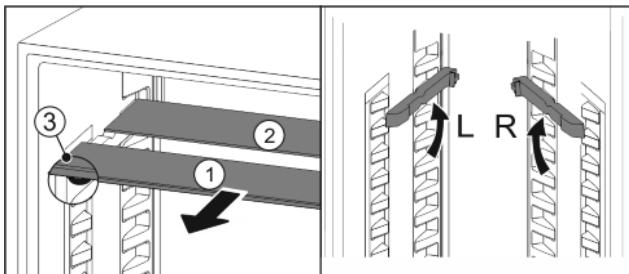

Fig. 17
- Издърпайте Fig. 17 (1) поотделно стъклените площи напред.
- Стъклената плоча Fig. 17 (1) с ограничителя на изтеглянето е отпред.
- Ограничителите сочат надолу Fig. 17 (3).